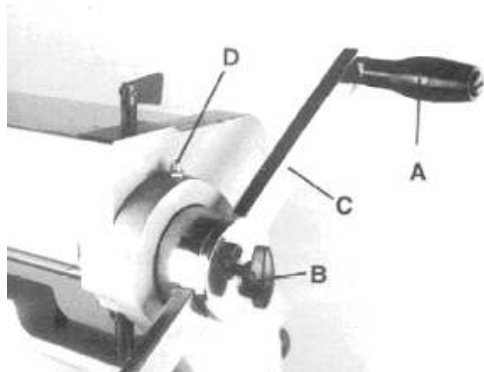

Рис. 1
7. Снимите одну ручку (А, Рис.1) с блока рукоятки.
8. Ослабьте барашковый винт (В, Рис.1).
9. Вставьте стержень (С, Рис.1) во втулку и затяните крепление (Рис. 1) на месте.
10. Поставьте обратно ручку (В, Рис.1).
1. Смазывайте через ниппели наверху левой и правой сторон рамы при помощи шприца с консистентной смазкой раз в месяц (D, Рис.1).